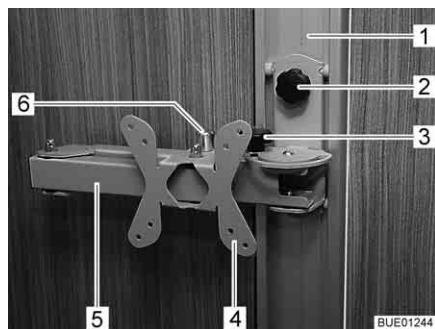

Fig. 45 Support sur rail
- Desserrer la vis à garret (Fig. 45,2) et placer le support (Fig. 45,4) dans le rail (Fig. 45,1) à la hauteur désirée.
- Desserrer la vis à garret (Fig. 45,3).
- Tirer sur le bouton de déverrouillage (Fig. 45,6). Le bras articulé (Fig. 45,5) est déverrouillé.
- Resserrer la vis à garret (Fig. 45,3).
- Faire retourner l'écran plat dans sa position initiale jusqu'à ce que le bras articulé (Fig. 45,5) s'enclenche de manière audible dans le verrouillage.
- Desserrer la vis à garret (Fig. 45,2), placer le support (Fig. 45,4) à la hauteur désirée et resserrer la vis à garret.